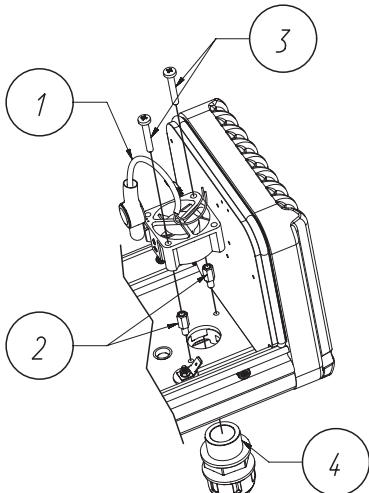

Abb. 1
- Den Stahlverschluß Pg 16 aus dem Gehäuseboden schrauben und den Luftfilter (4) einschrauben, der dem Bausatz beiliegt (Abb. 1).
- Schrauben Sie die Turm-Distanzstücke (2) in die Gewindelöcher im Gehäuseboden und fixieren Sie das Ventilatorkabel plus Thermostat (1) mit den Befestigungsschrauben (3) (Abb. 1).